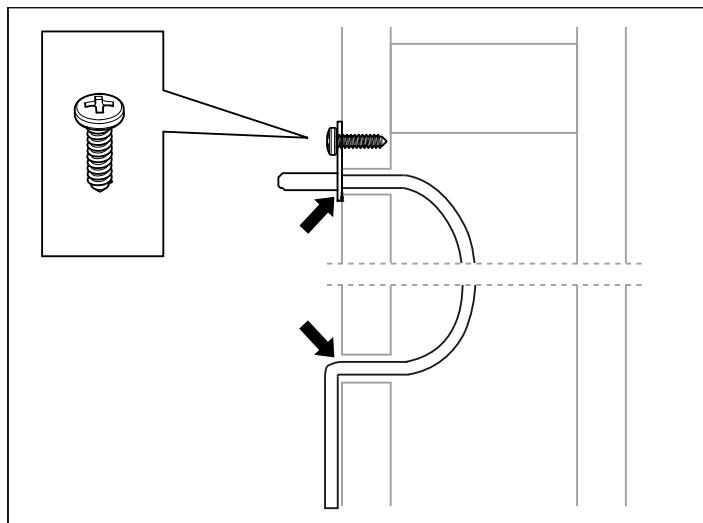

Abb. 10: Abdichten von ggf. gebohrten Löchern
8. Befestigen Sie den Sensor an der Wand, siehe . Hier ist der Sensor mit Tylö-Sensorgehäuse zu sehen (optional; Artikelnummer: 9600 0038). Die Thermistorleitung kann auch durch die Wand verlegt werden. Dichten Sie ggf. gebohrte Löcher in der Wand hinter dem Sensor ab, siehe Abb. 10. Die Thermistorleitung kann außerhalb der Sauna mit einer abgeschirmten zweiadrigten Schwachstromleitung verlängert werden.